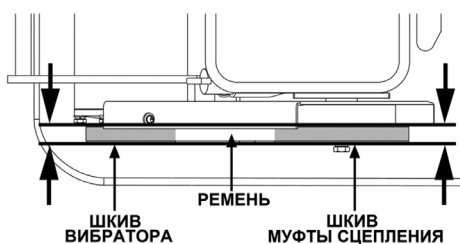

Рис. 29 Правильная установка ремня привода вибратора
4. Сдвигая двигатель в сторону от вибратора, проверяйте натяжение ремня. При этом нужно контролировать, чтобы ремень и шкивы вала вибратора и муфты сцепления были на одной оси (Рис. 29).